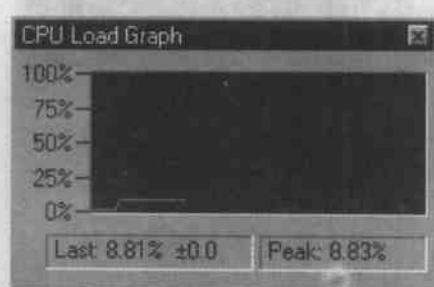
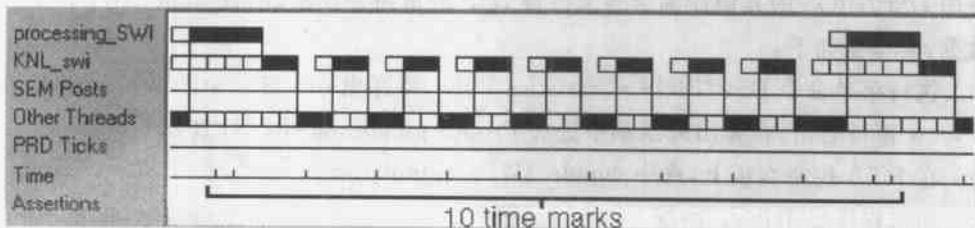

图 7.26 CPU 的负荷
图 7.27 Load 值为 200 时的线程执行图
- (1) 执行菜单命令 DSP/BIOS→CPU Load Graph, 将出现一个空的 CPU Load Graph 窗口。
- (2) 在 RTA 控制面板上右击,从弹出的菜单中选择 Property Page。
- (3) 将 Statistics View/CPU Load Graph 的 Refresh Rate 改为 0.5 s 后单击 OK 按钮,可以看到 CPU Load 变得很低。Statistics View 和 CPU Load 功能在目标板和主机间传送的数据非常小,因此设置并周期性更新这些窗口对程序执行的影响也很小。Message Log 和 Execution Graph 功能传送配置文件中相关 LOG 对象的 buflen 长度的字数,传输的数据量较大,所以应降低这两个窗口的更新频率。
- (4) 执行菜单命令 File→Load GEL, 选择 VOLUME.GEL 并单击 OK 按钮。
- (5) 执行菜单命令 GEL→Application Control→Load, 出现 Load 调节窗口。
- (6) 将 Load 改为 50, 单击 Execute 按钮,CPU 负荷将增至约 9%,如图 7.26 所示。
- (7) 在线程执行图上右击,在弹出的菜单中选择 Clear 项。可发现此时程序仍满足实时要求,因为每个 processing\_SWI 执行间隔有 10 个标记符号。
- (8) 在 Load 调节窗口将 Load 的值改为 200, 单击 Execute 按钮。
- (9) 在线程执行图上右击,在弹出的菜单中选择 Clear 项。此时每个 processing\_SWI 执行间隔只有一个或两个标记符号,如图 7.27 所示。图 7.27 显示程序运行正常。运行 CLK 对象函数的硬件中断能够中断软件中断的处理过程,而软件中断也已在下次中断到来前完成其处理。